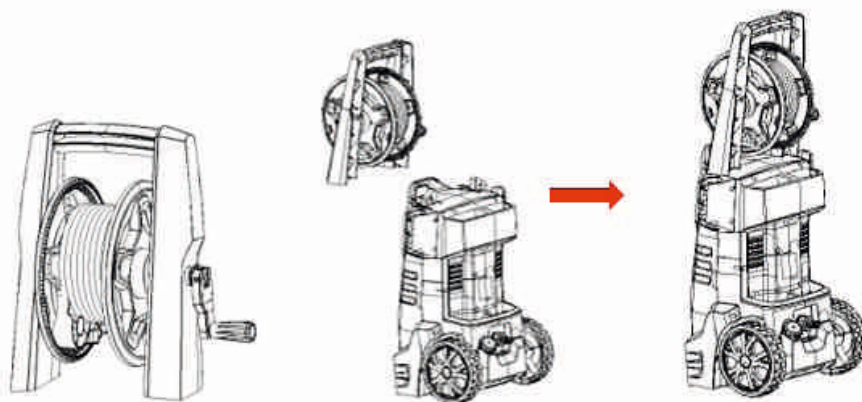

Рис. 2
9.1. Используя болты закрепите рукоятку с катушкой шланга высокого давления на мойке, как показано на Рис.2.